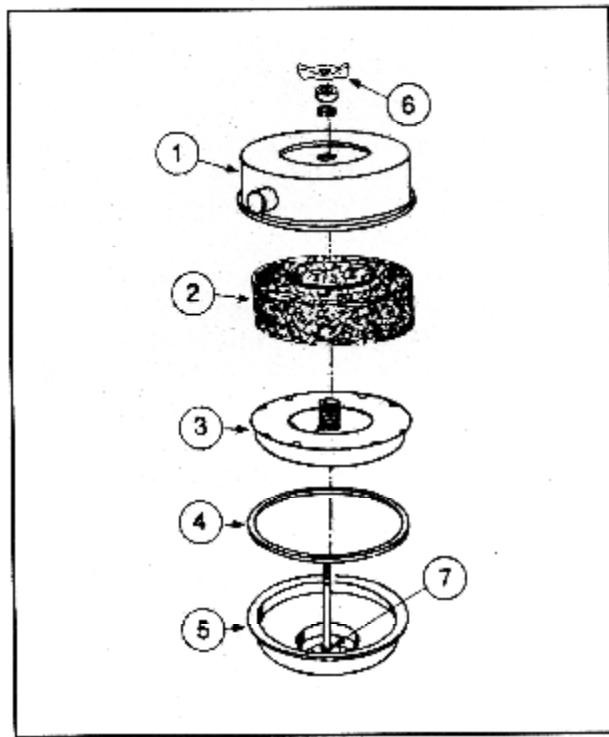

Рис. 2-24 (V 51909) Сапун картера зернистый.
1. Открутите гайку - барашек (6, Рис. 2-24), снимите плоскую и резиновую шайбы, крепящие крышку (1) к корпусу сапуна (5).
2. Поднимите крышку и снимите сетку (2), пароотделитель (3) и прокладку (4).
5. Вставьте очищенный или новый элемент сапуна (2, Рис. 2-24) и очищенный пароотделитель (3) в корпус сапуна (5).
6. Вставьте резиновое уплотнение (4) в крышку (1), установите крышку в сборе в корпус (5).